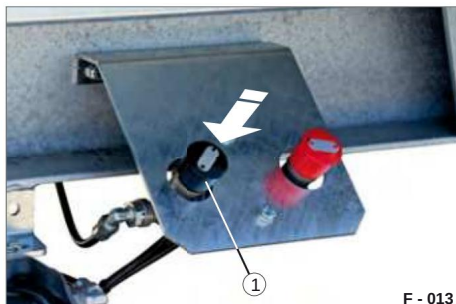

Fig. 16 Rilascio del freno di servizio
• Premere la valvola di rilascio (Fig. 16/1).